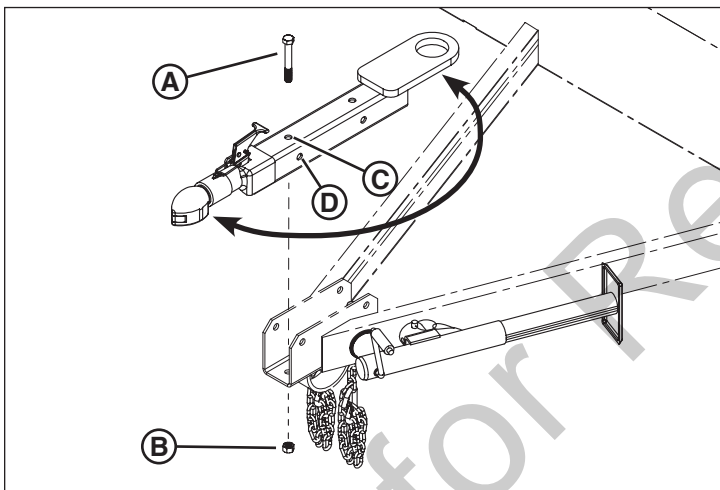

Figure 10
2. Retirer les deux vis à tête hexagonale (A. Figure 10) et les écrous de blocage (B) fixant la partie tubulaire de l'œil de lunette à la flèche. Jeter les écrous de blocage. Ne pas enlever les deux vis à tête hexagonale et les écrous de blocage qui retiennent l'attelage de remorque à l'œil de lunette.
- Insérer les deux vis à tête hexagonale retirées à l'étape 1 dans les trous correspondants de la flèche et dans les trous de la partie tubulaire de l'œil de lunette (C, D, Figure 10).